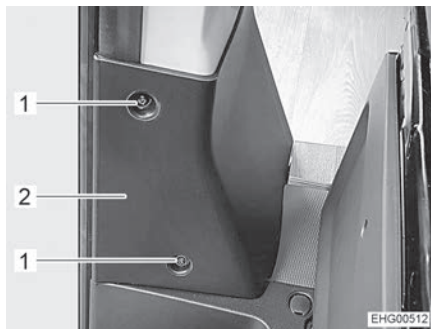
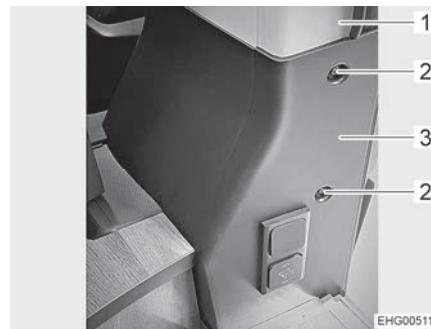

Bild 97 Abdeckung (von Fahrerhaustür aus gesehen)
Bild 98 Abdeckung (von Schiebetür aus gesehen)
- 2 Schrauben (Bild 97,1) sowie 2 Schrauben (Bild 98,2) herausdrehen und Abdeckung (Bild 97,2 und Bild 98,3) von B-Säule (Bild 98,1) abnehmen.